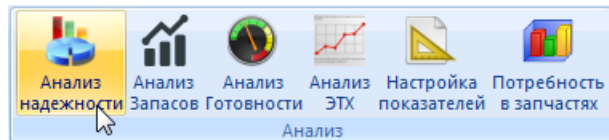

Рис. 29-5 – Панель «Анализ»
- 3) Нажать кнопку «Анализ надежности» на вкладке «Анализ» (рис. 29-5).